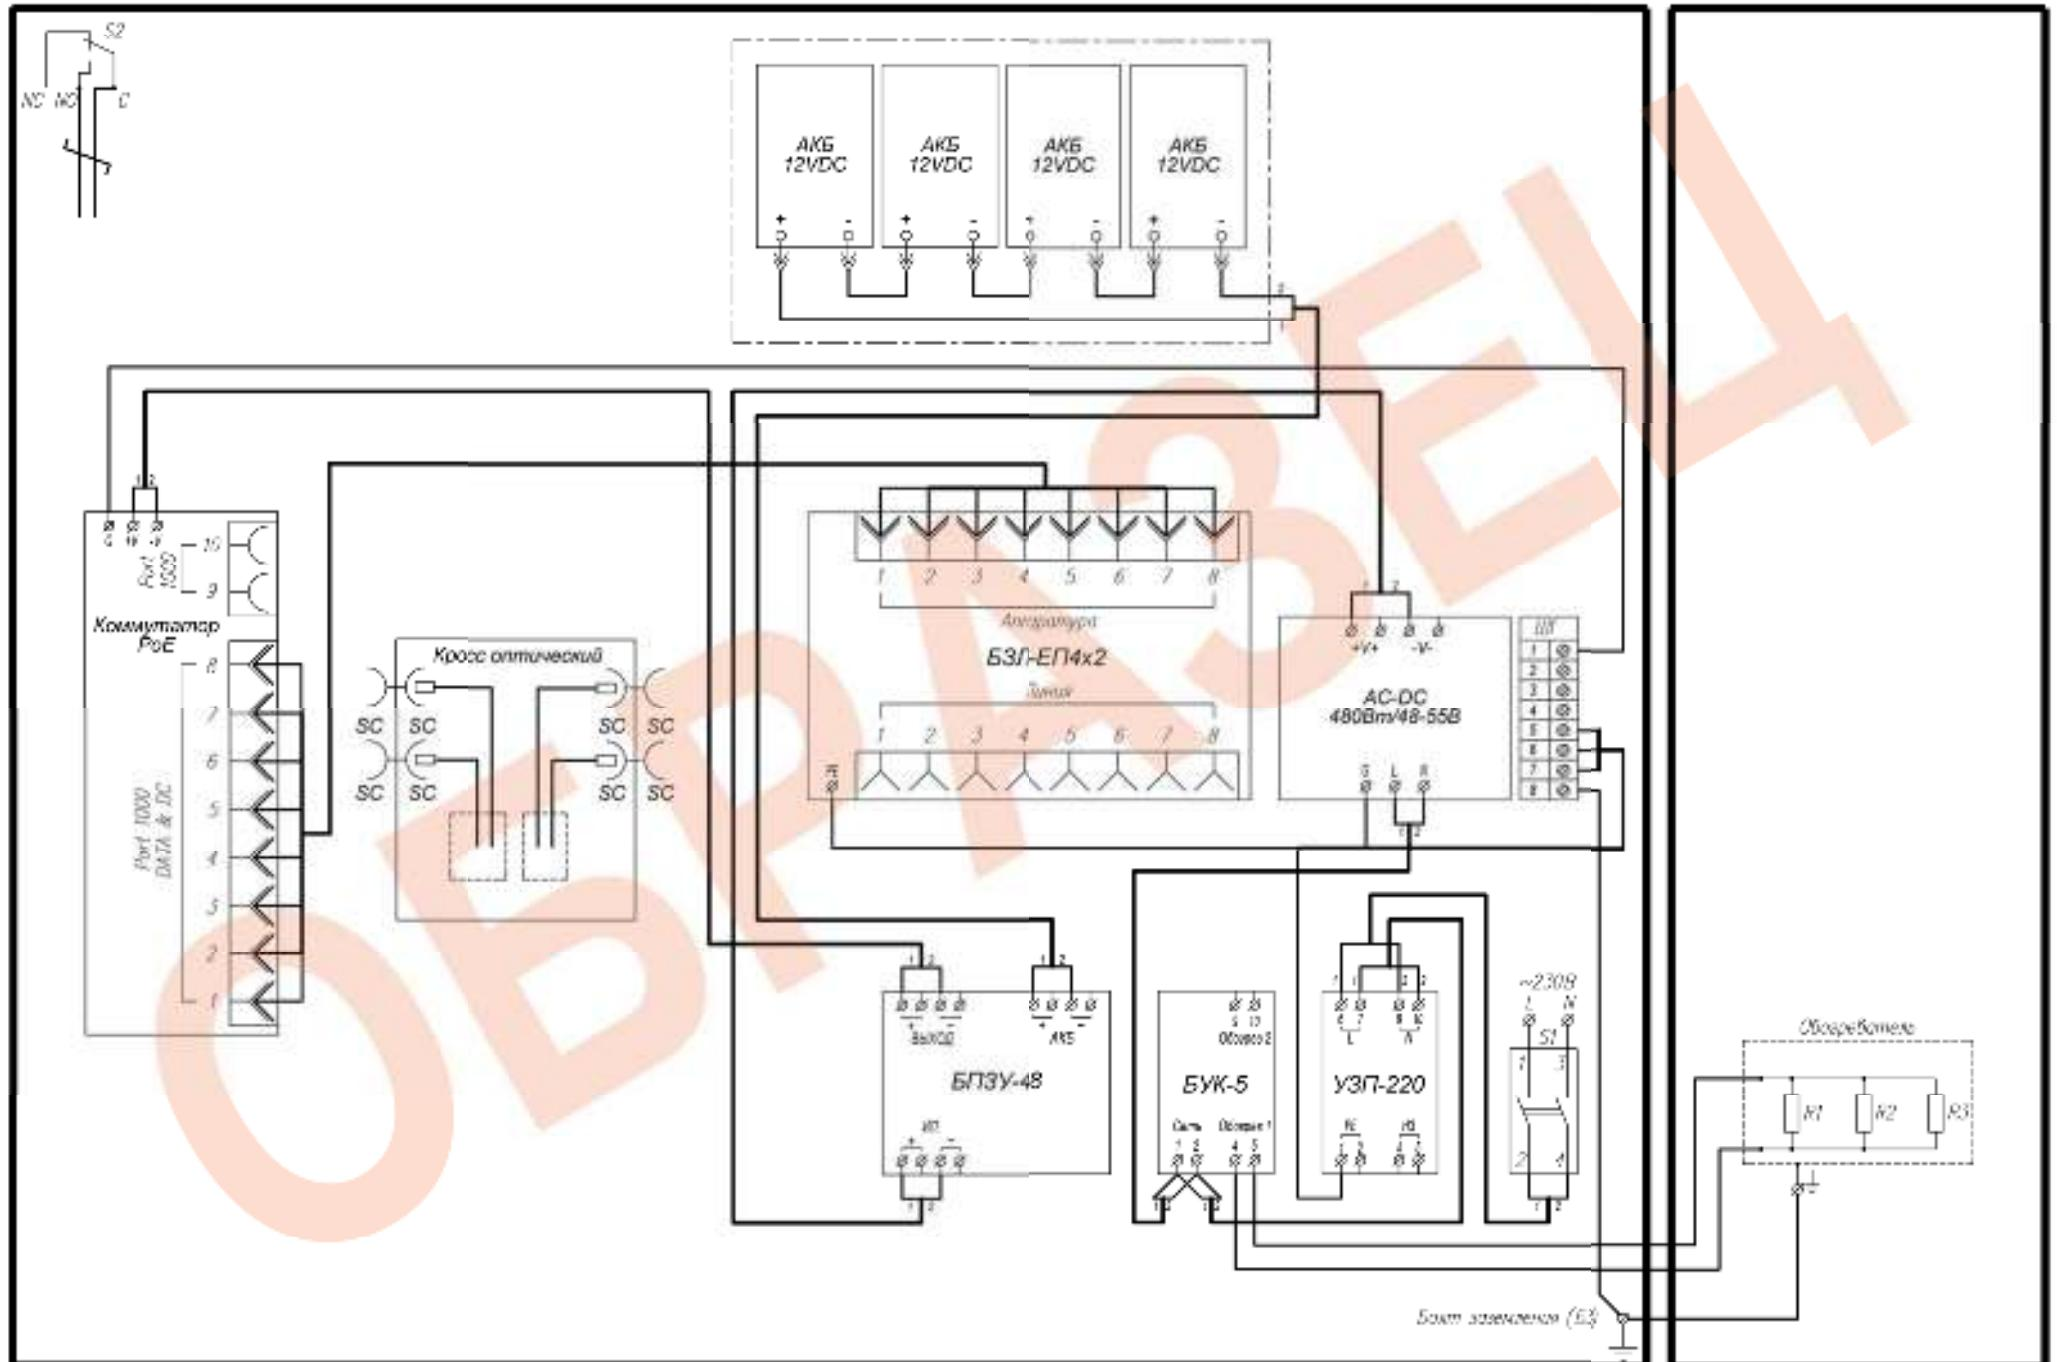

Рис.1 Схема электрическая принципиальная
4. Подключить АКБ к БПЗУ-48 согласно схеме (рис.1).
7. Подключить кабель питания к входу автомата питания S1 (сечение подключаемых проводов до 25 мм^2), при этом фазный провод (L) соединить с контактом 1, нулевой провод (N) с контактом 3.
1. Заземлить изделие при помощи болта заземления (Б3) (рис.1).